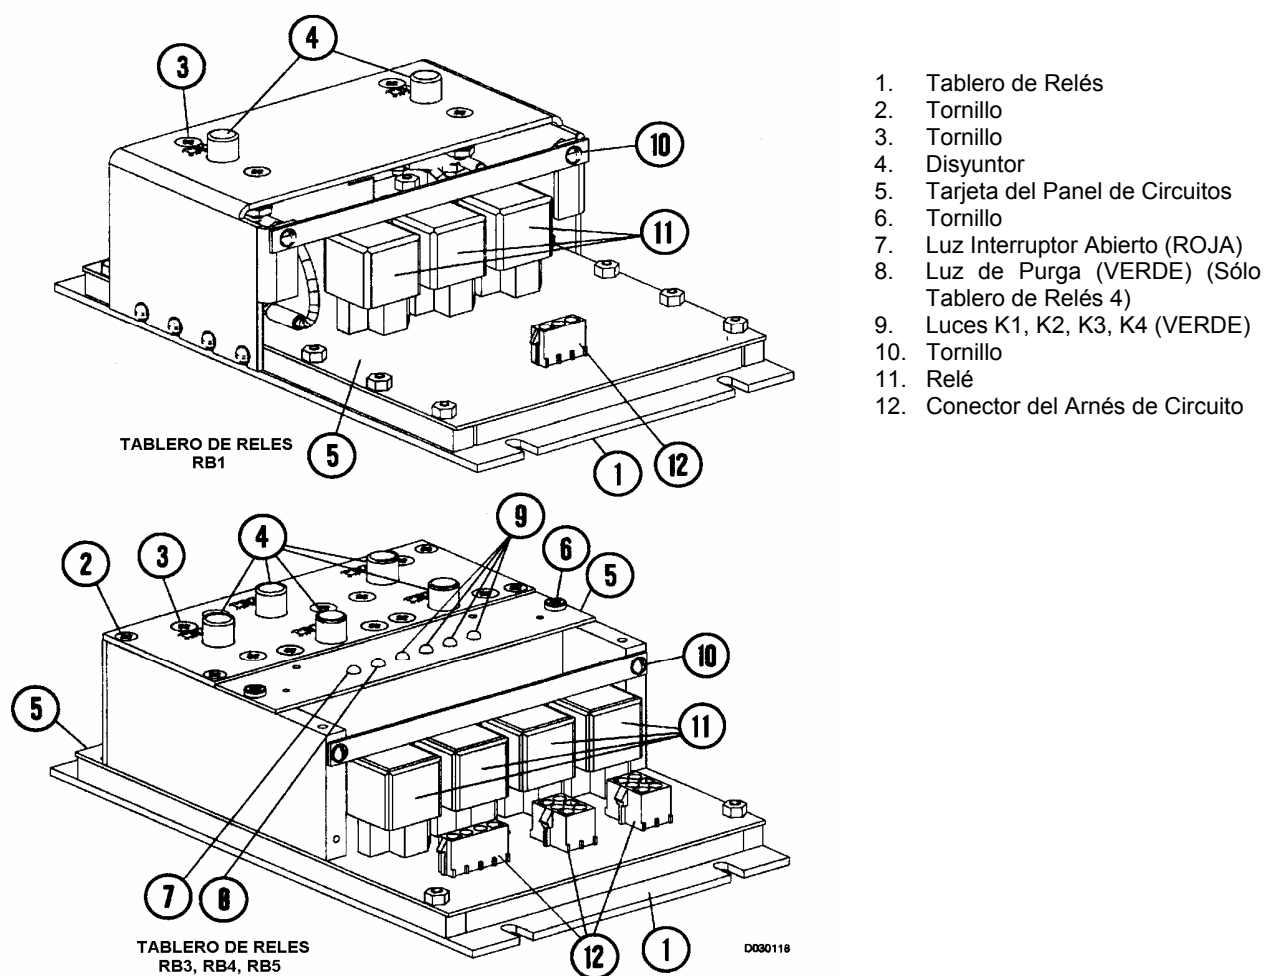

FIGURA 3-6. TABLEROS DE RELE TIPICOS – RB1, RB3, RB4, RB5
Cada tablero de relés de este tipo está equipado con cuatro luces verdes (9, Figura 3-6) y una luz roja de "disyuntor abierto" (7). Cada tablero de relés tiene una quinta luz verde (8) que tiene una función diferente en cada tablero.
1. Saque un tornillo (10, Figura 3-6) que sujeta la barra transversal en su lugar y suelte el otro tornillo.
3. Mueva suavemente y tire hacia afuera para sacar el relé (11).
5. Coloque la barra transversal en la posición original e instale el tornillo (10) que sacó. Apriete ambos tornillos.
3. Saque cuatro tornillos de fijación (2, Figura 3-6) (uno en cada esquina) en la placa de la cubierta del disyuntor. Saque dos tornillos (6) y la tarjeta (5).
8. Instale cuidadosamente la tarjeta (5) con los tornillos (6).
2. Saque los dos tornillos de montaje (6, Figura 3-6) y retire con cuidado desde el tablero de relés la tarjeta del panel de circuito.
4. Instale dos tornillos de montaje (6).